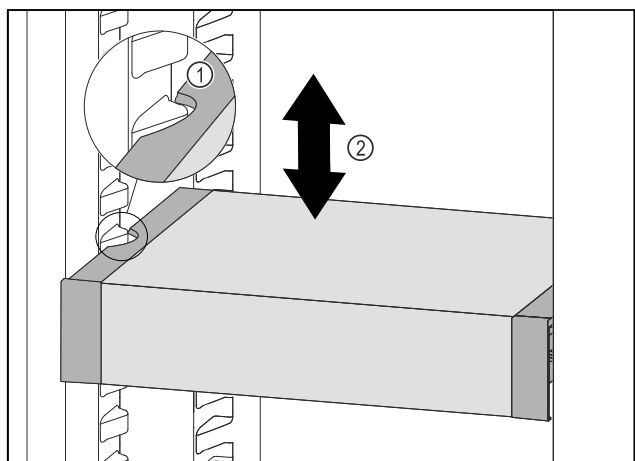

Fig. 84
- ▶ Tire del VarioSafe hacia delante hasta que los huecos laterales del VarioSafe se encuentren a la altura de la nervadura del recipiente en el compartimento del frigorífico. Fig. 84 (1)
- ▶ Mueva el VarioSafe hacia arriba o hacia abajo en el compartimento del frigorífico hasta alcanzar la altura deseada. Fig. 84 (2)